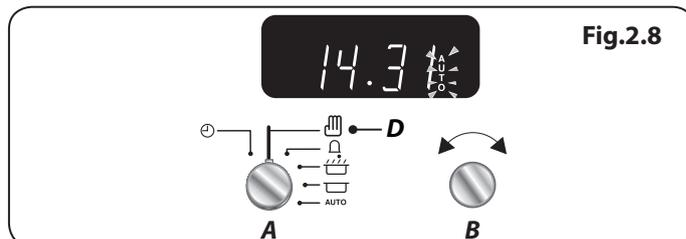

Fig.2.8
5. Une fois la durée spécifiée écoulée, une alarme est émise et le four multifonction s'arrête de fonctionner. Le symbole « Cuisson » disparaît de l'affichage et le mot « **AUTO** » se met à clignoter (Fig.2.8).
6. Pour retourner au mode de cuisson manuel, tournez le bouton de la **minuterie (A)** sur le réglage **manuel (D)** et réinitialisez les modes du four multifonction une fois la cuisson achevée (Fig.2.8).